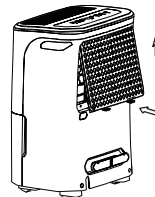

Fig.10
- Inserire il filtro all'interno dell'unità dal basso verso l'alto. V. fig.10